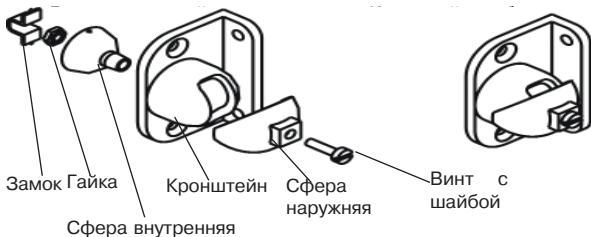

Рис. 36
- Выбрав место установки, разметьте отверстия для монтажа с учетом положения отверстий на основании извещателя (кронштейне, рис. 36), просверлите отверстия в стене;